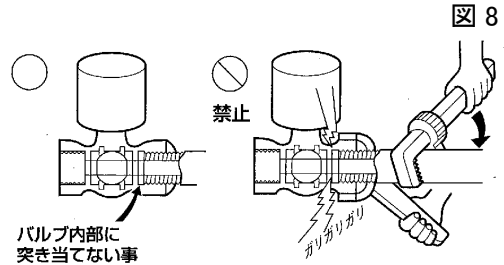

図 8
- バルブに配管を過度にねじ込まないでください。過度なねじ込みは、バルブ内部を変形・破損させ、外部漏れや作動不良の原因となります。(図 8)